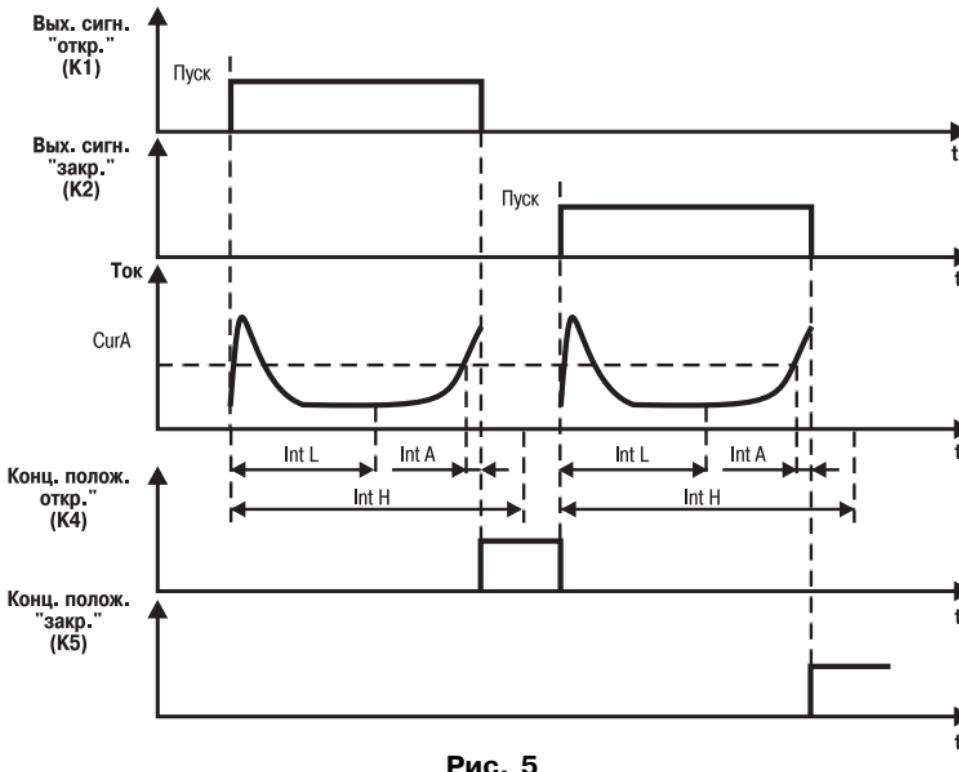

Рис. 5
3.2.11.1.1. При $PrE5 = 0$ концевые положения определяются, когда ток электропривода превышает уставку, заданную в программируемом параметре **ClmA** (см. прил. В, табл. В3), в течение временного интервала, определяемого программируемыми параметрами **IntL** и **IntH** (рис. 5).